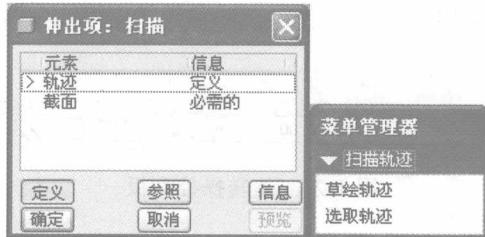

图 1-25 扫描特征对话框
(1) 单击“插入”|“扫描”|“伸出项”命令，进入扫描特征模式，弹出如图 1-25 所示的对话框。